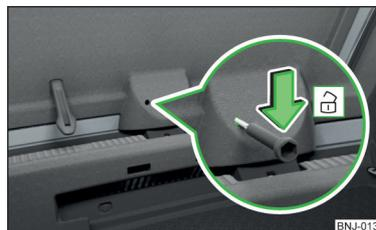

Fig. 195
- Insira uma chave de parafusos ou uma ferramenta semelhante na abertura do revestimento da tampa » Fig. 195 até ao batente.